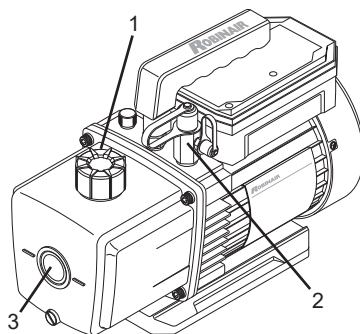
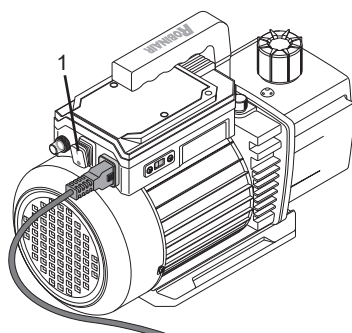

Figura 4
Figura 5
2. Rimuovere il tappo di scarico/riempimento dell'olio (1) (vedi Figura 4).
3. Aggiungere olio al serbatoio dell'olio fino a quando il livello dell'olio è allineato con i segni su entrambi i lati del vetro spia (3) (vedi Figura 4).
4. Sostituire il tappo di scarico/riempimento dell'olio (1) (vedi Figura 4).
5. Rimuovere un tappo della porta di ingresso (2) (vedi Figura 4).
6. Collegare l'unità alla fonte di alimentazione e accendere la pompa per vuoto (1) (vedi Figura 5).
8. Dopo che la pompa ha funzionato per un minuto, SPEGNERLA (1) (vedi Figura 5), controllare il livello dell'olio nel vetro spia (vedi Figura 4)3) e aggiungere olio se necessario.